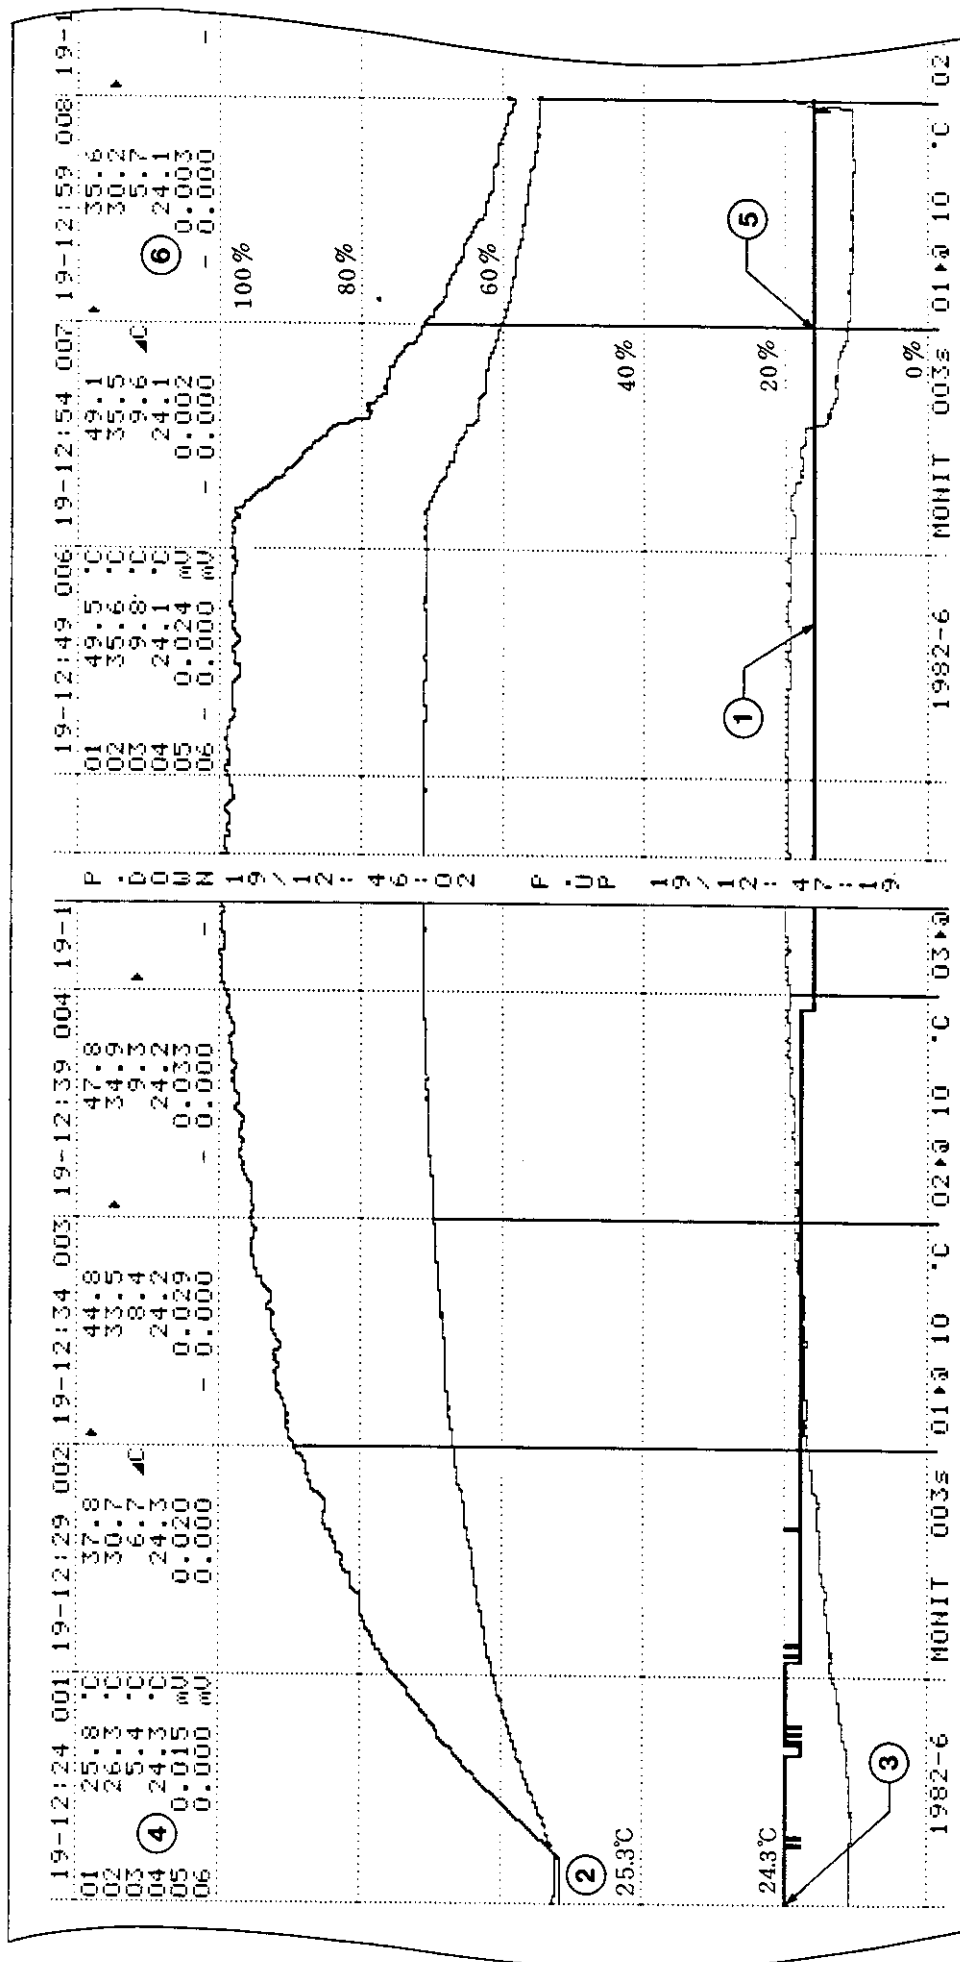

図 4-4 印字例 3 : オフセット・モードの説明
〔図4-4〕に示します印字例の①は4CH.のアナログ記録を示し、〔図4-2〕のリスト出力より、オフセット・モードで書出し位置が20%であることがわかります。スケールは、リスト出力より@1℃(1目盛幅の変化1℃)ですから4CH.に関する温度目盛は、②に示しますように記入することができます。